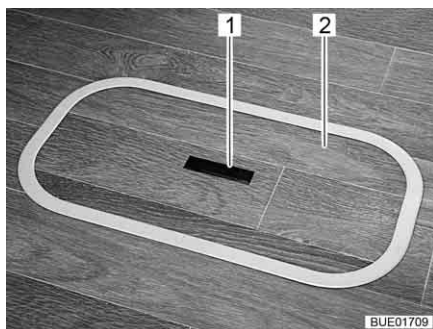
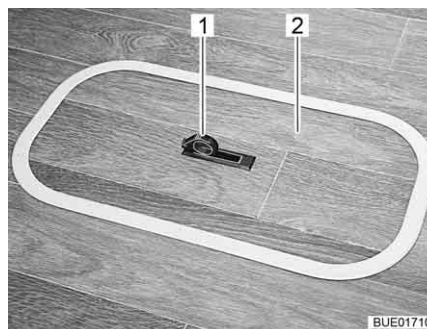

Fig. 62 Cubierta del compartimiento del fondo (tirador hundido)
Fig. 63 Cubierta del compartimiento del fondo (tirador girado hacia fuera)
- Presionar hacia abajo un lado de la placa de agarre (Fig. 62,1). El tirador (Fig. 63,1) girará hacia arriba.
- Quitar la cubierta (Fig. 62,2 ó bien Fig. 63,2) hacia arriba.